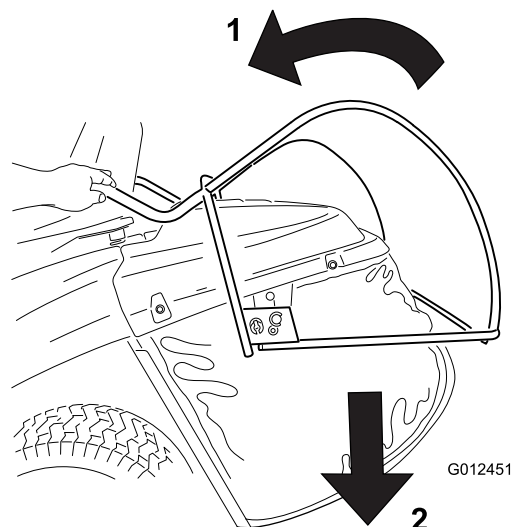

Bild 17
3. Ziehen Sie den Kipphebel des Heckfangsystems nach vorne, um das Heckfangsystem zu kippen (Bild 17).